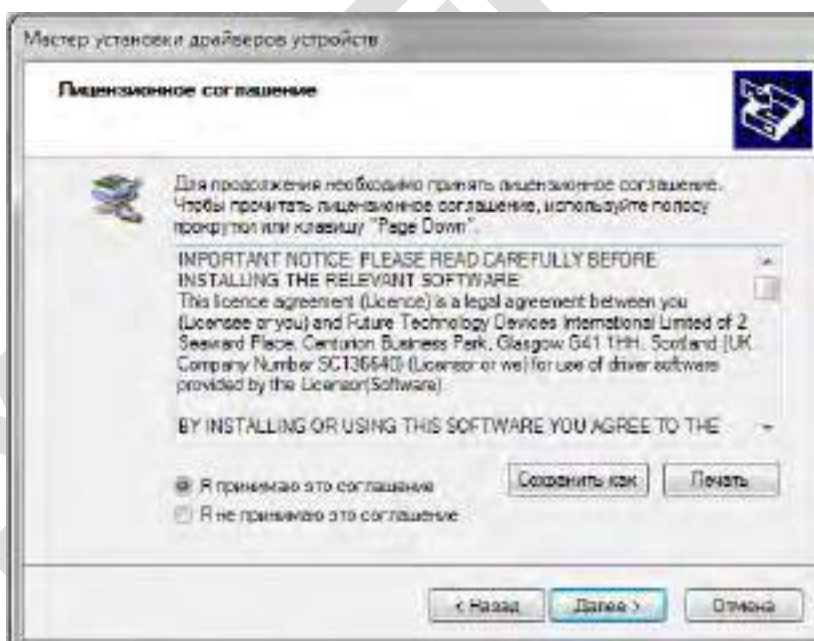

Рисунок 14 – Окно «Мастер установки драйверов устройств»
3.4.3 В окне «Лицензионное соглашение» (рисунок 14) требуется принять лицензионное соглашение, после нажать кнопку «Далее».